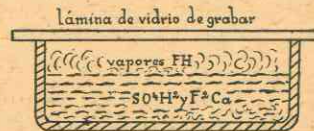

Fig. 286. - Grabado opaco.
a) **Grabado opaco** (fig. 286). — Para grabar con FH gaseoso se coloca la placa preparada encima de una cuba de plomo, en la cual reac-